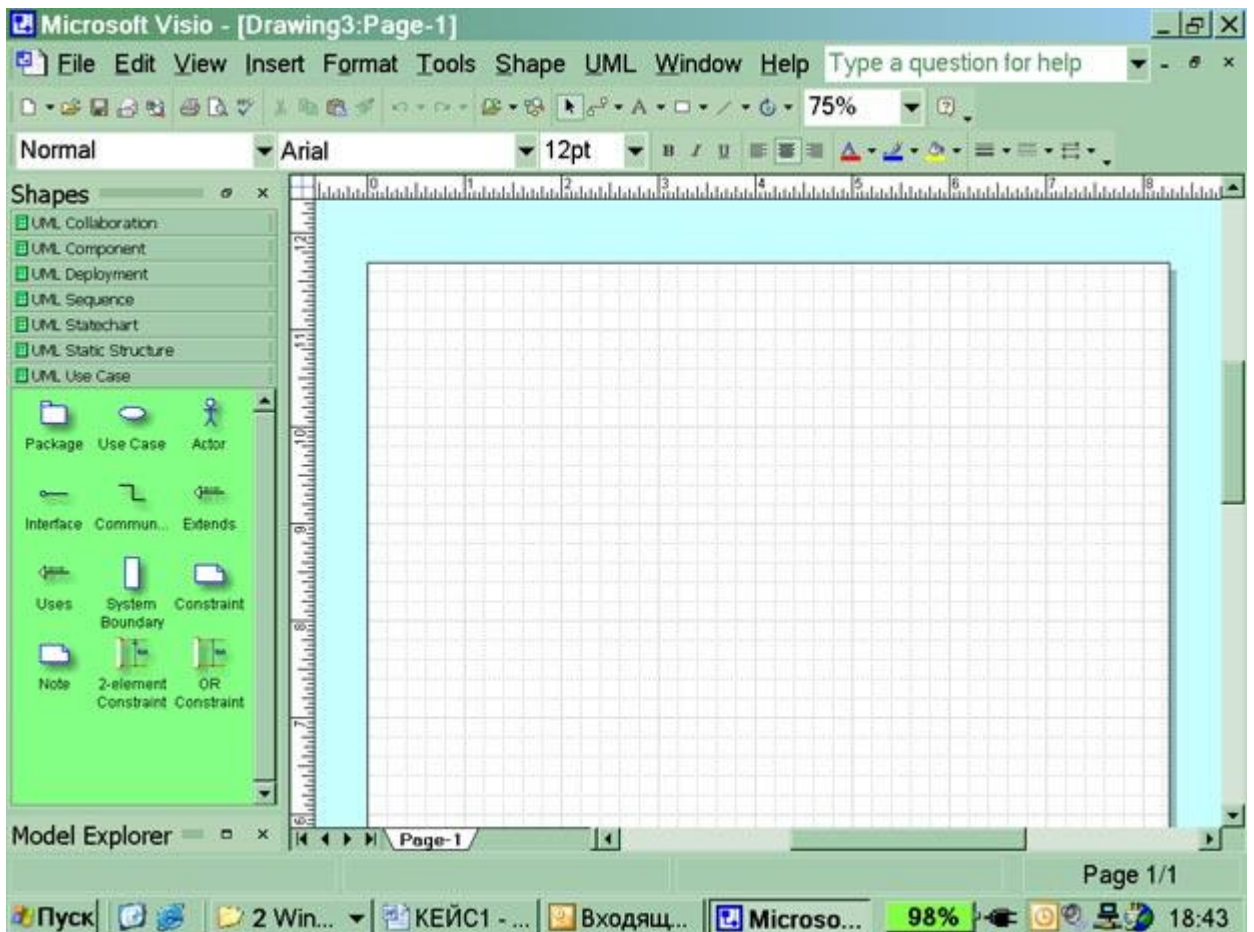

Рис. 1. Общий вид окна MS Visio
2. Появится окно, в котором необходимо выбрать папку **Software/ UML Model Diagram**. В открывшемся списке форм (Shapes) для построения физической диаграммы следует выбрать пункт **UML Use Case**. В результате проделанных действий на экране появится окно, в левой части которого будет отображен набор графических символов, а в правой части - лист для рисования диаграммы (рис.1).